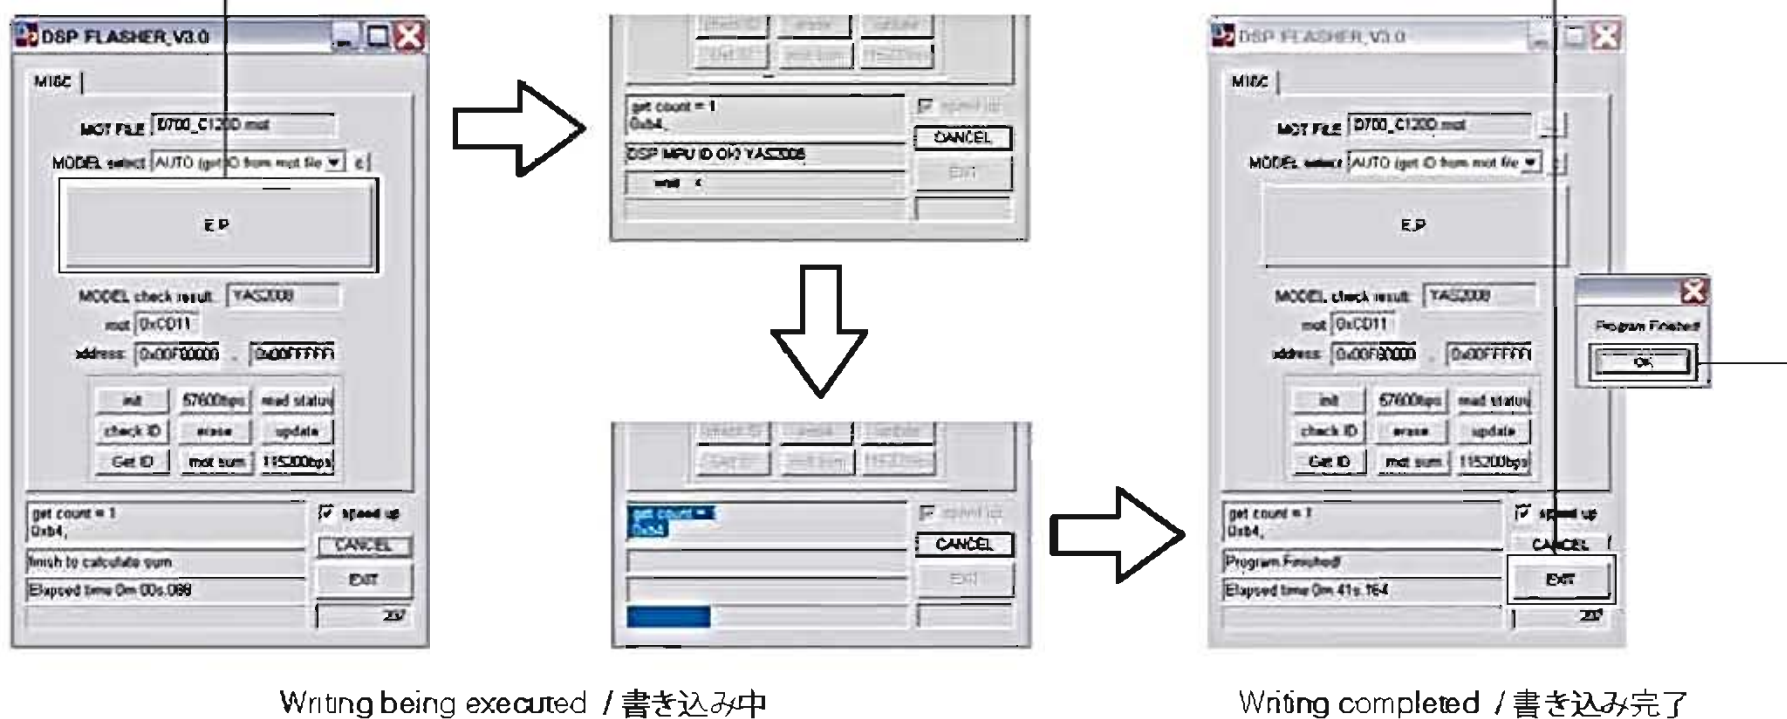

Fig. 3
| <p>3. Connect the power cable of this unit to the AC outlet.</p> <p>4. Click [E.P.] to start writing. (Fig. 3)</p> <p>5. When writing of the firmware is completed, "Program Finished!" is displayed. (Fig. 3)
Click [OK]. (Fig. 3)</p> <p>6. Click [EXIT] to end DSP_FLASHER_v3.0.exe. (Fig. 3)</p> | <p>3. 本機の電源コードを AC コンセントに接続します。</p> <p>4. [E.P.] をクリックして書き込みを開始します。(Fig. 3)</p> <p>5. ファームウェアの書き込みが完了すると、"Program Finished!" が表示されます。(Fig. 3)
[OK] をクリックします。(Fig. 3)</p> <p>6. [EXIT] をクリックして DSP_FLASHER_v3.0.exe を終了します。(Fig. 3)</p> |
6. When writing of the firmware is completed, "Vx61 DSP Flash finished!" is displayed. (Fig. 3)
6. ファームウェアの書き込みが完了すると、"Vx61 DSP Flash finished!" が表示されます。(Fig. 3)